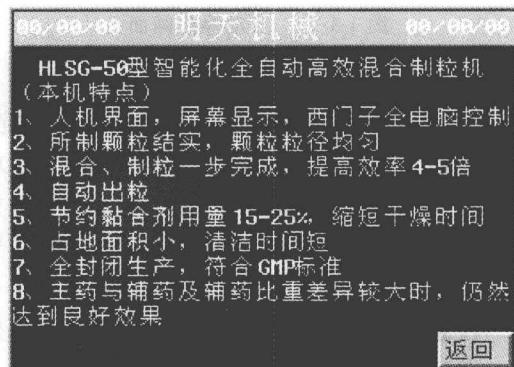

图 1-1-15 系统介绍画面
(6) 触摸首页画面中的“系统介绍”键，进入系统介绍画面（图 1-1-15）。触摸“返回”键，返回首页画面。
① 时间修正、参数设置及检修密码设置与解除。